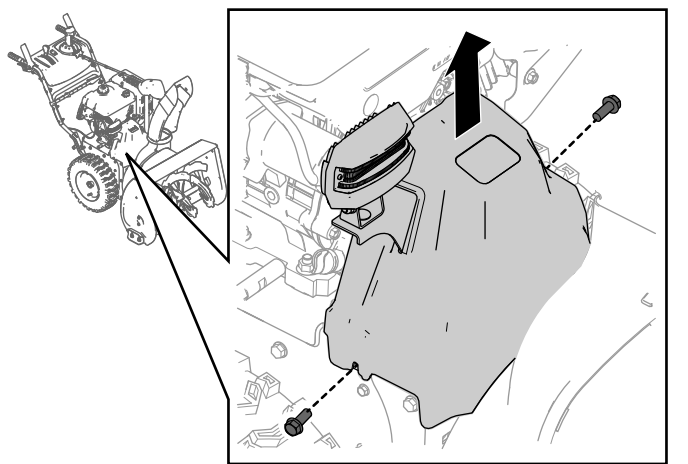

Figura 27
1. Rimuovete le 2 viti che fissano in posizione il copricinghia (Figura 27).
2. Rimuovete il copricinghia (Figura 27).